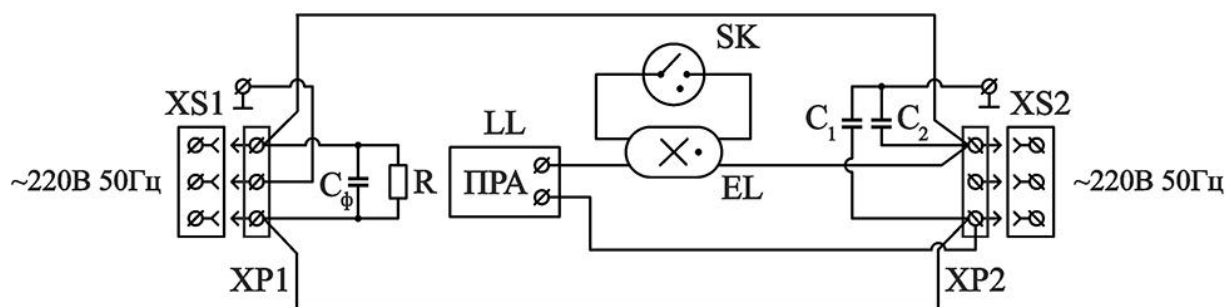

Рис.1
- подключить жилы питающего кабеля к разъемам XS1 и/или XS2, как это показано на схеме Рис.1;